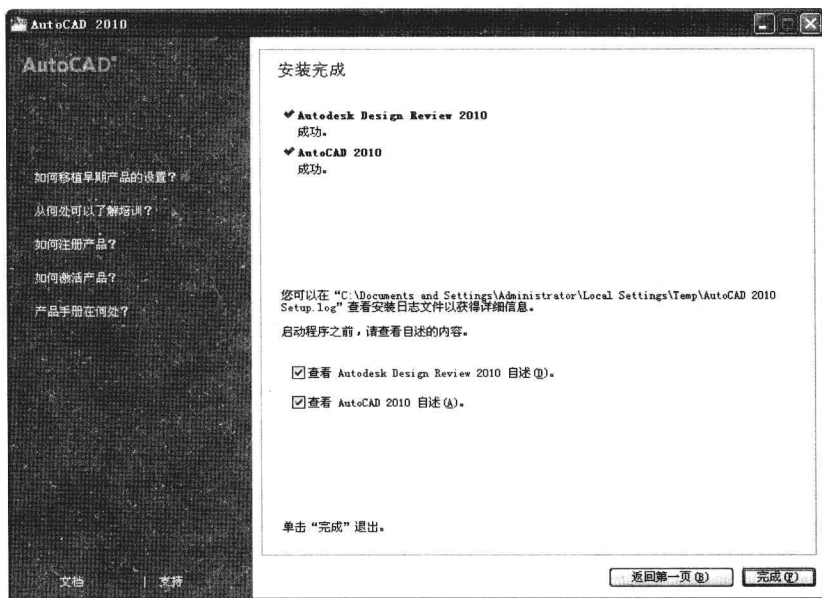

图 1-2-8
(8) 当对话框提示安装完成后，单击“完成”按钮，如图 1-2-8 所示。